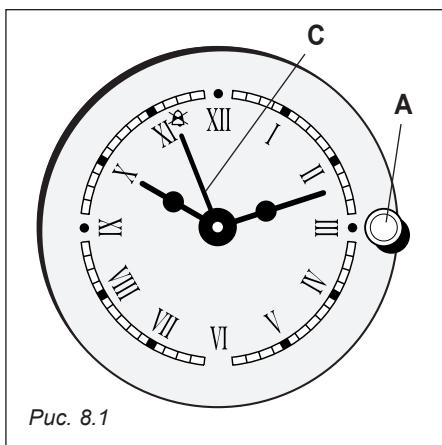

Рис. 8.1
## ЭЛЕКТРИЧЕСКИЕ ЧАСЫ С СИГНАЛОМ (Рис. 8.1)
Для запуска в работу счетчика минут поверните маленькую ручку (A) против или по часовой стрелке (не нажимая на нее) так, чтобы стрелка (C) указывала на необходимое время (макс. 55 минут) (Рис. 8.1).